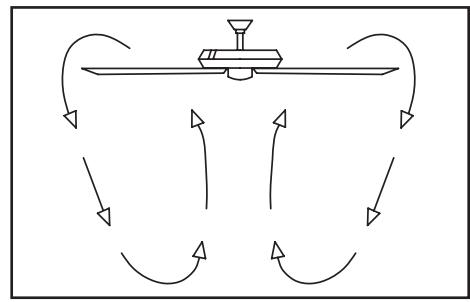

Figura 18
**Clima fresco** - (Reversa) Un flujo de aire hacia arriba mueve el aire caliente lejos del techo como se muestra en la Figura 18. Esto te permite fijar tu unidad de calefacción en una configuración más baja sin afectar tu comodidad.